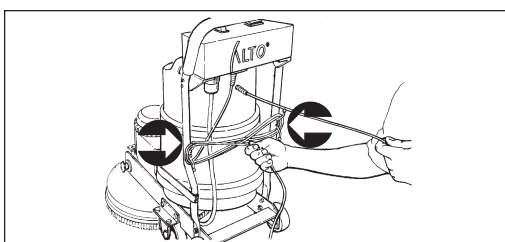

Figure 11
9. Enroulez le cordon de l'aspirateur autour des clavettes situées à l'arrière de la poignée. Laissez suffisamment de lâche pour pouvoir brancher le cordon dans le coffre de branchement. Mettez l'interrupteur de l'aspirateur en position "MARCHE". Celui-ci doit toujours rester dans cette position. (voir Figure 11 ci-dessous)